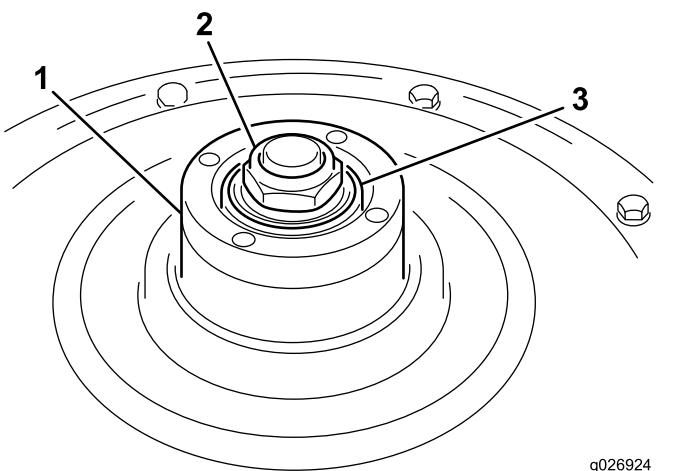

図 13
2. ホイールハブ図13を手で回してベアリングの調整具合を点検する。ハブを回転させる時にわずかな抵抗が感じられればよい。まったく抵抗がない場合には、ホイールハブナット図13を締めて抵抗を出す。
3. O リングが破損していないこと、また、ホイールハブの内側にきれいに嵌っていることを確認する図 13。